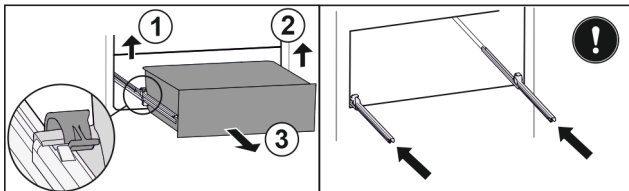

Fig. 144
- ▶ Повдигнете лявата скоба и едновременно с това изтеглете напред чекмеджето отляво. Fig. 144 (1)
- ▶ Повдигнете дясната скоба и едновременно с това изтеглете напред чекмеджето отдясно. Fig. 144 (2)
- ▶ Извадете чекмеджето напред. Fig. 144 (3)